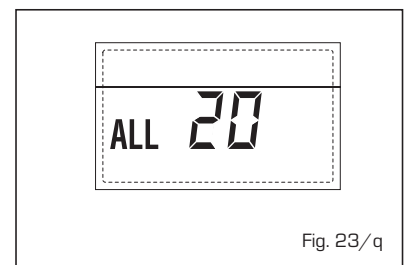

Fig. 23/q
- **ANOMALÍA AVERÍA SONDA IMPULSIÓN PRIMERA ZONA MEZCLADA "ALL 21"** (fig. 23/r)